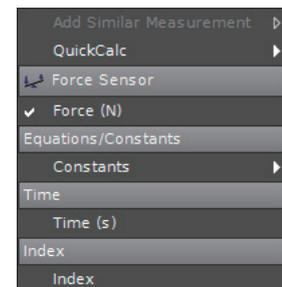

図 6 軸の設定メニュー
- 縦軸および横軸の<Select Measurement>ボタンをクリックすると、右の図 6 のような設定メニューが表示されますので、軸に設定する項目を選択してください。